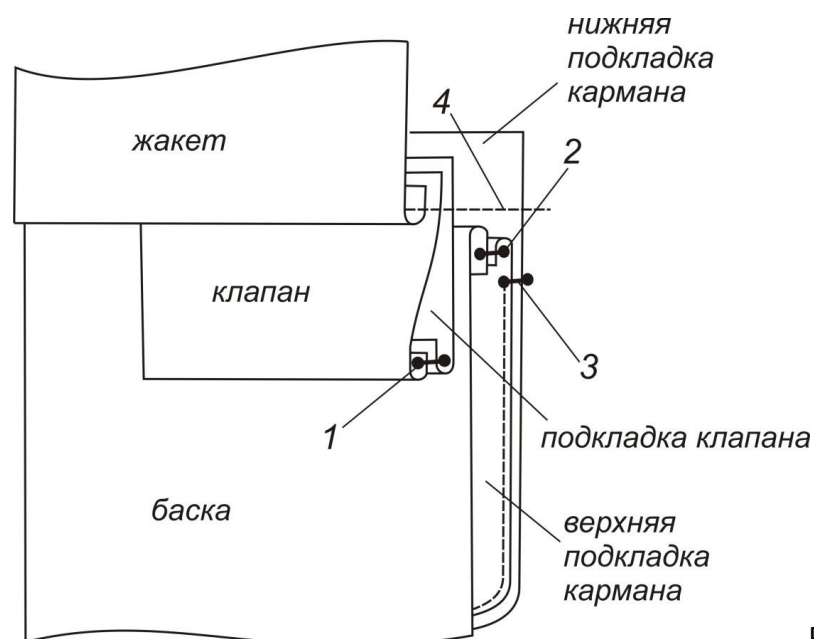

Рисунок 2
7. Заготовьте детали клапанов. Для этого основную деталь клапана кармана и его подкладку складывают лицевыми сторонами, уравнивая срезы, и сметывают со стороны основной ткани прямыми сметочными стежками длиной 0,5 - 0,7 см на расстоянии 0,4 см от срезов. При сметывании основную ткань посаживают на 0,2 - 0,3 см с боковых сторон и в углах для образования канта и создания дополнительного натяжения подкладки относительно основной ткани. Обтачивают клапан со стороны подкладки, располагая строчку параллельно срезам детали (рис.2, строчка 1). Припуск на шов подрезают до 0,7 см, в углах – до 0,2 - 0,3 см. Выворачивают клапан на лицевую сторону, выправляя углы, и выметывают со стороны подкладки, образуя кант из основной ткани шириной 0,1 - 0,2 см. Клапан приутюживают, выправляя края и углы, сметочные стежки удаляют.
9. Срез баски между надсечками обтачивают подкладкой кармана швом шириной 0,5 - 0,7 см. Для этого накладывают одну из деталей подкладки кармана (верхнюю) на лицевую сторону баски между контрольными знаками и прокладывают строчку (рис.2, строчка 2). Затем подкладку отгибают в сторону изнанки и приутюживают.
10. На верхнюю деталь подкладки накладывают нижнюю и, уравнивая срез нижней подкладки со срезом баски, стачивают детали подкладки по боковым и нижнему срезам, закругляя строчку в углах (рис.2, строчка 3).
11. Жакет и баску складывают лицевыми сторонами и стачивают со стороны основного изделия швом шириной 1 см, вкладывая клапан в месте расположения кармана (рис.2, строчка 4). Припуски шва надсекают в местах закруглений и разутюживают в разные стороны. Концы кармана закрепляют двойной строчкой.